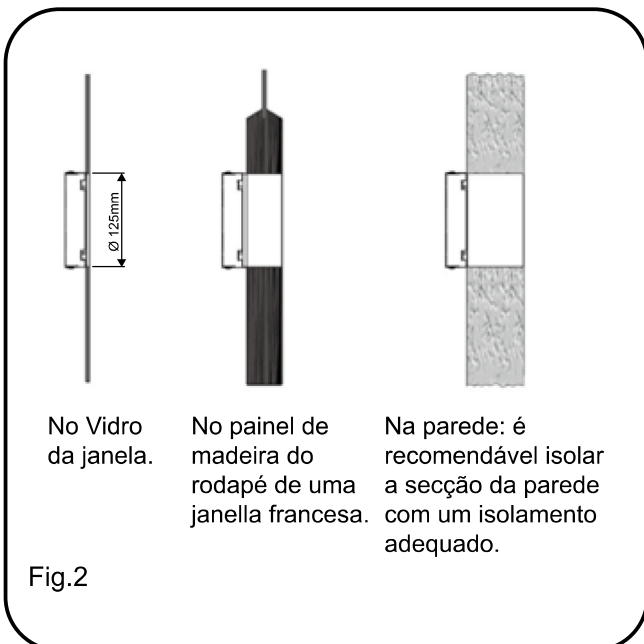

Fig.2
- Abra um orifício numa parede exterior ou através de um vidro da janela. Respeite a altura e dimensões do orifício, indicadas na Fig. 2